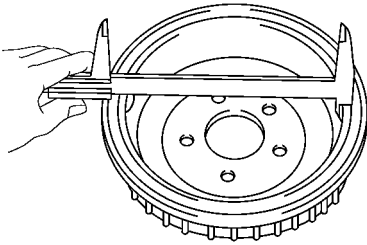

图 15-60 检查制动鼓内径
(1) 检查拆开的零件。检查拆开的零件是否已磨损、生锈或损坏。
(2) 检查制动鼓的内径，如图 15-60 所示。